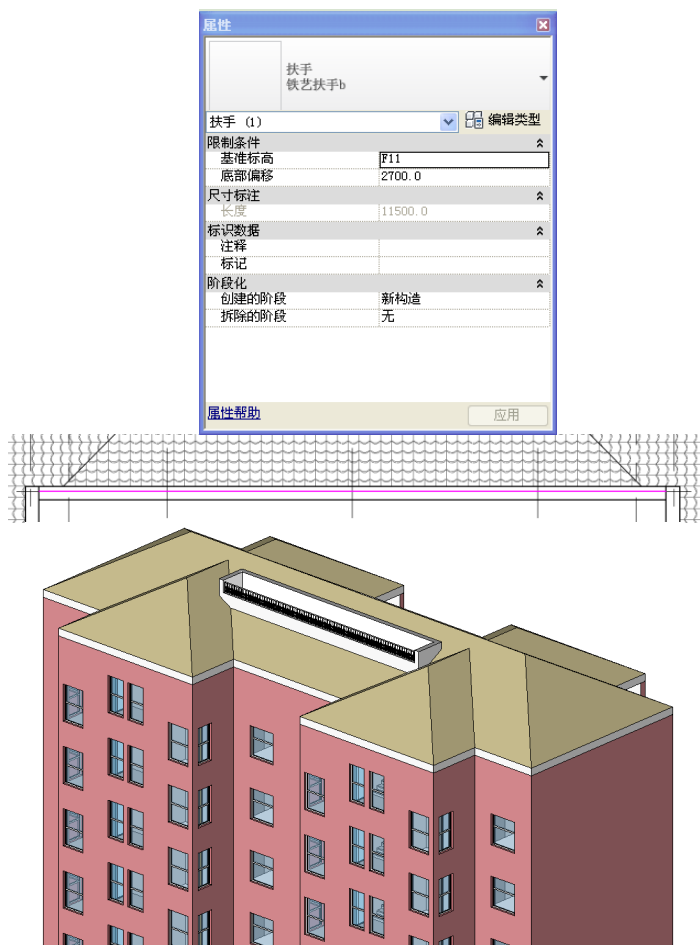

图 4-60
- 18) 在项目浏览器中，选择进入楼层平面“屋顶平面”，单击“常用”选项卡>“楼梯坡道”面板>“扶手”按钮，进入扶手路径绘制界面，点击扶手属性，编辑类型为“铁艺扶手 b”，设置底部偏移为“2700”；点击“应用”完成设置。然后在 F 轴上绘制线段，完成后点击“完成编辑模式”，完成路径编辑。观察三维视图（如图 4-60 所示）。